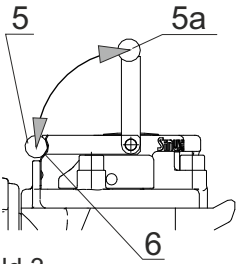
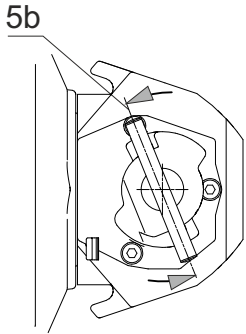
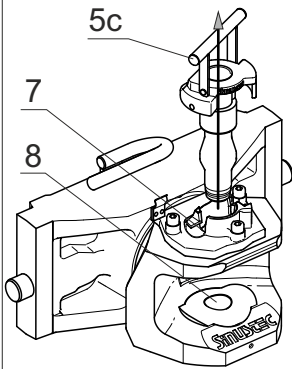

Bild 3
Bild 4
Bild 5
- ⇒ Handgriff (5) in die senkrechte Position (5a) aufziehen [Bild 3]. Aus dieser Position den Handgriff entgegen dem Uhrzeigersinn um ca. 22° bis zum Anschlag in Pos. (5b) verdrehen. [Bild 4] Sodann lässt sich die Kupplungsbolzeneinheit aus dem Fangmaul herausnehmen. Pos (5c) [Bild 5]
- ⇒ Die Kupplungsbolzeneinheit in umgekehrter Reihenfolge aus Pos. (5c) über Pos. (5b) in Pos. (5a) und durch umlegen des Handgriffes in die waagrechte Position (5) sichern.
Prüfung: Die Kupplung ist ordnungsgemäß geschlossen und gesichert, wenn der Handgriff (5) waagrecht hinter der Sicherung (6) einrastet . Siehe Bild 3
- ⇒ Kupplungsbolzeneinheit wieder einsetzen und sichern. Pos. (5) Bild 3.
- Hinweis:** Die Kupplungsbolzeneinheit darf lediglich während des Einkuppel- und Auskuppelvorgangs entnommen sein und muss ansonsten immer in der Kupplungseinheit bleiben, da sich sonst Schmutz in der unteren Aufnahmebuchse (8) des Kupplungsbolzens und der Verriegelungseinheit (7) festsetzen kann, was dazu führt, dass die Kupplungsbolzeneinheit möglicherweise nicht mehr richtig geschlossen werden kann. [Bild 5]
- ⇒ Bei hoher Verschmutzung die Kupplung regelmäßig reinigen. Aus Funktionsgründen ist in jedem Fall dafür zu sorgen, dass die Buchse (8) und die Verriegelungseinheit (7) schmutzfrei sind. [Bild 5]